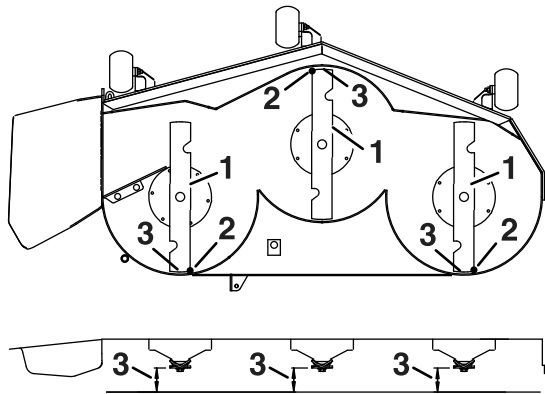

Figura 74
3. Gire cuidadosamente las cuchillas colocándolas en el sentido de avance de la máquina (Figura 74).
4. Mida entre la punta de la cuchilla delantera y la superficie plana y entre la punta de la cuchilla trasera y la superficie plana (Figura 74).